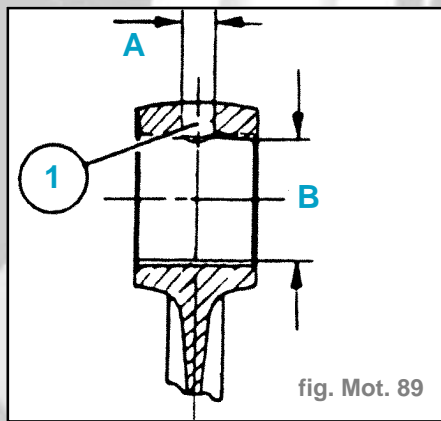

fig. Mot. 89
- Percer le trou de passage d'huile (1) (fig. Mot. 89).